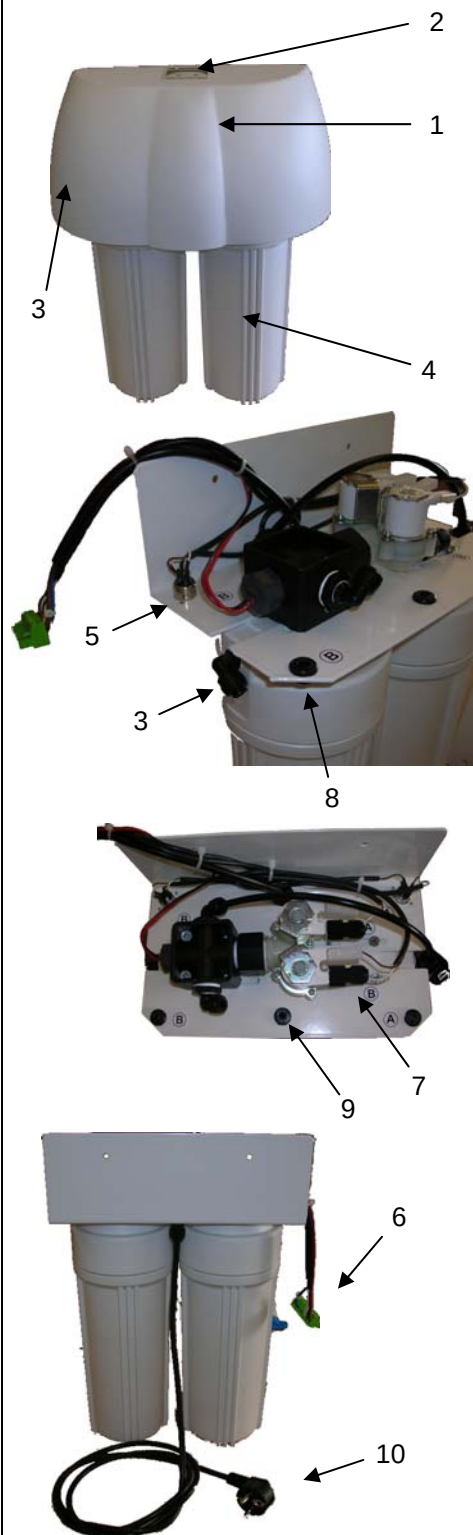

Abb. 2.1 Bestandteile des Entionisierers
Der obere Deckel (1 in Abb. 2.1) dient zur Abdeckung des Geräts; die rote und grüne Led (2) geben die Qualität des vom Entionisierer abgegebenen Wassers an (eingestellter Grenzwert 15 $\mu\text{S}/\text{cm}$). Wenn die grüne Led aufleuchtet, so bedeutet dies, dass die Leitfähigkeit des hergestellten Wassers unter dem Grenzwert liegt. Leuchtet hingegen die rote Led auf, so ist die Wasserqualität nicht mehr den Bedürfnissen gerecht und daher müssen die Harze ausgetauscht werden.